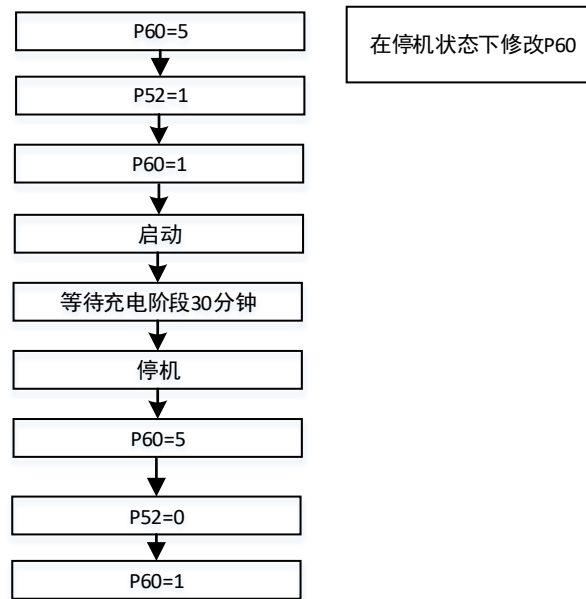

图 10-1 充电步骤
- 操作方式** 参见图 10-1，设定 P60=5 后启动系统，P52=1 进入充电模式，启动装置后会停留在预充电阶段，充电时间达到半小时需手动停机否则会进入后续合闸阶段正式启动，停机后将 P52=0，由充电模式改回正常模式。